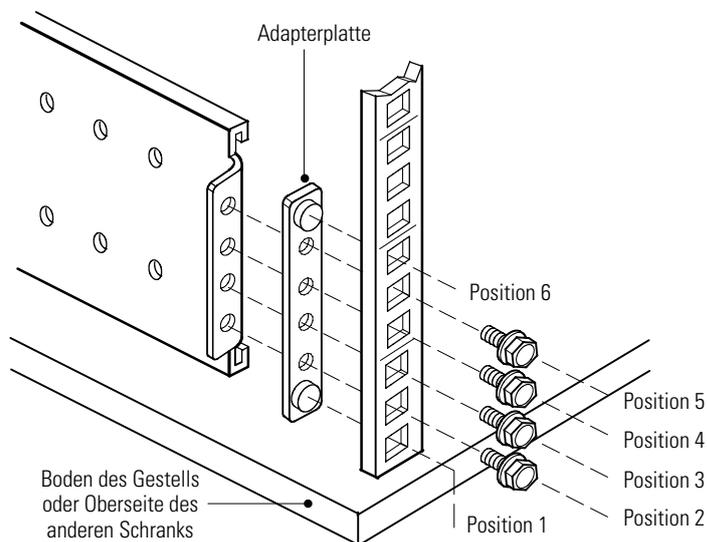

Abbildung 17. Sichern der hinteren Schiene (rechte Schiene abgebildet)
5. Schiene mit vier M5-Metallschrauben und einer Adapterplatte an der Rückseite des Gestells befestigen (siehe Abbildung 17).